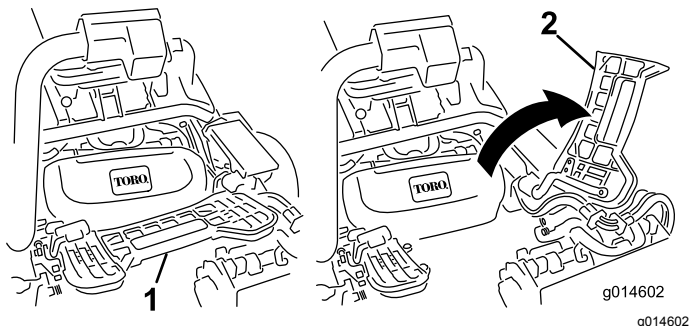

Figura 44
2. Eleve o apoio de pé e incline-o para aberto, permitindo o acesso à posição da unidade de corte central (Figura 44).